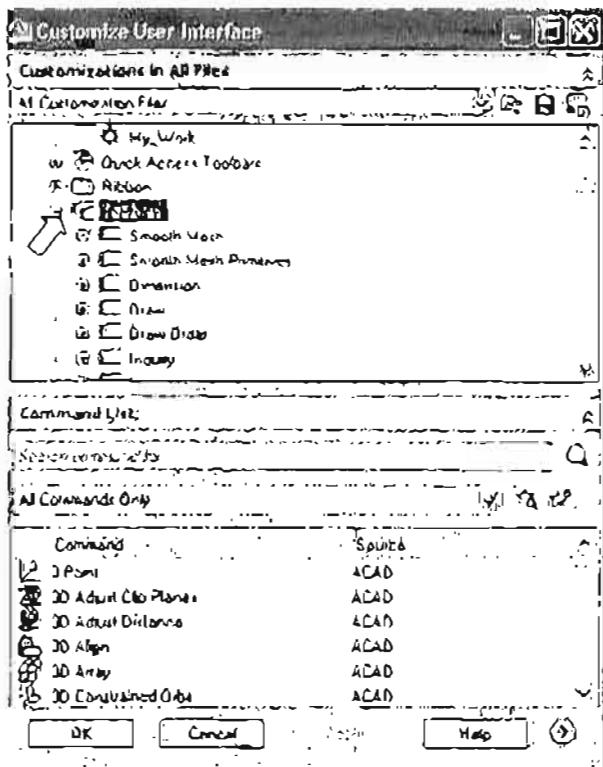

Рис. 1.40. Выбор элемента интерфейса для добавления кнопки
2. В раскрывшемся списке выберите элемент *Toolbars* (Панели) и разверните список имеющихся в программе панелей инструментов, щелкнув на знаке плюс (+) слева от строки *Toolbars* (рис. 1.40).
2. На вкладке *Customize* (Адаптация) разверните список *Toolbars* (Панели) в рабочем поле панели *Customizations in All Files* (Адаптация в основном интерфейсе) щелчком на знаке плюс (+) слева от наименования списка (см. рис. 1.40).